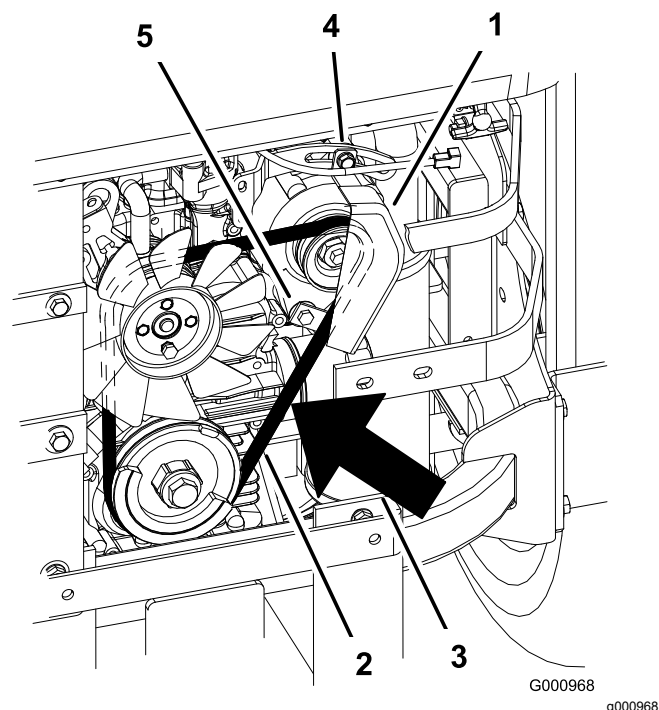

Figura 74
2. Regolate l'alternatore all'esterno fino a quando non è presente una flessione di 7-9 mm nella cinghia tra le pulegge del motore e dell'alternatore con 10 kg di forza (Figura 74).
5. Se la flessione è esatta, serrate i bulloni inferiore e superiore (Figura 74).